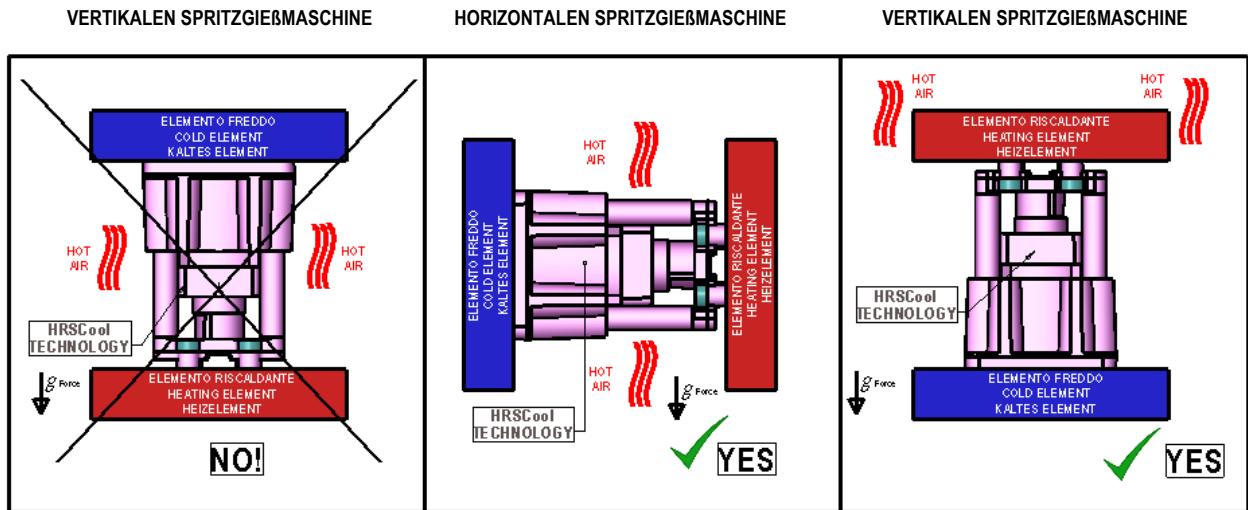

Abb. 4
- 2c- Die Verwendung einer mindestens 8 mm starken Isolierplatte wie in Abbildung 4 zu sehen (Bild 4);